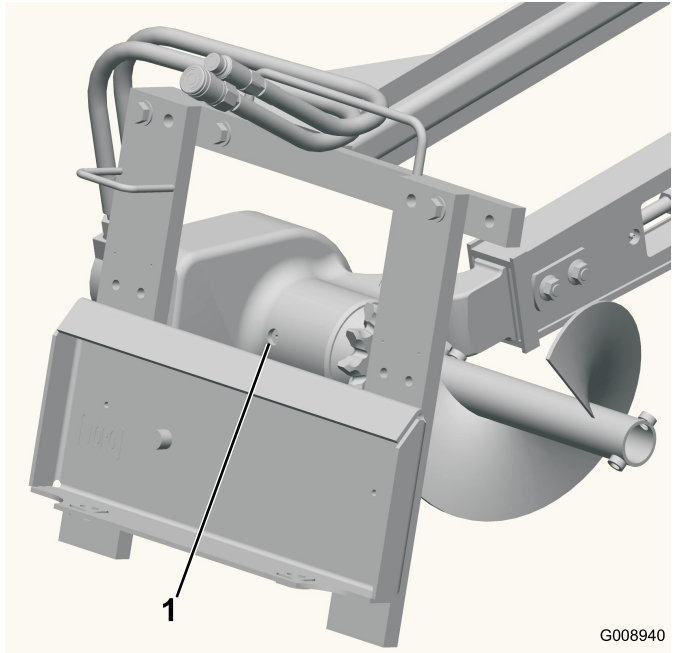

Bild 10
- Reinigen Sie den Bereich rund um den Einfüllstutzen-Schraubverschluss am Lagergehäuse (Bild 10).
- Entfernen Sie den Schraubverschluss vom Einfüllstutzen (Bild 10).